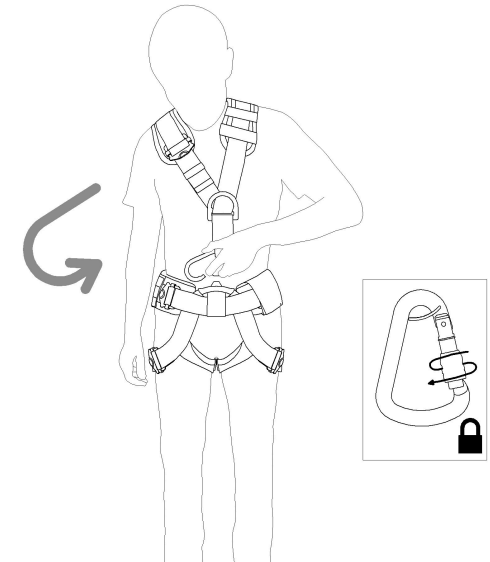

Рис. 4
- рис. 4 – встегнуть соединительный элемент, после этого закрыть его и зафиксировать; затянуть ленты на плечах и на спине с помощью быстрорегулируемых пряжек; Свободные концы лент должны быть не короче 8-10 см; Все свободные концы лент заправить в эластичные фиксаторы.